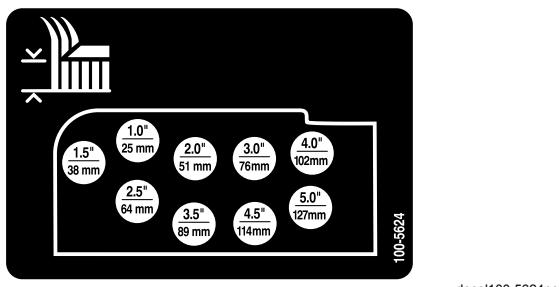

Figura 22
9. Montate le catene dell'altezza di taglio nel foro dell'altezza di taglio desiderata usando il perno con testa e la coppia (Figura 22).